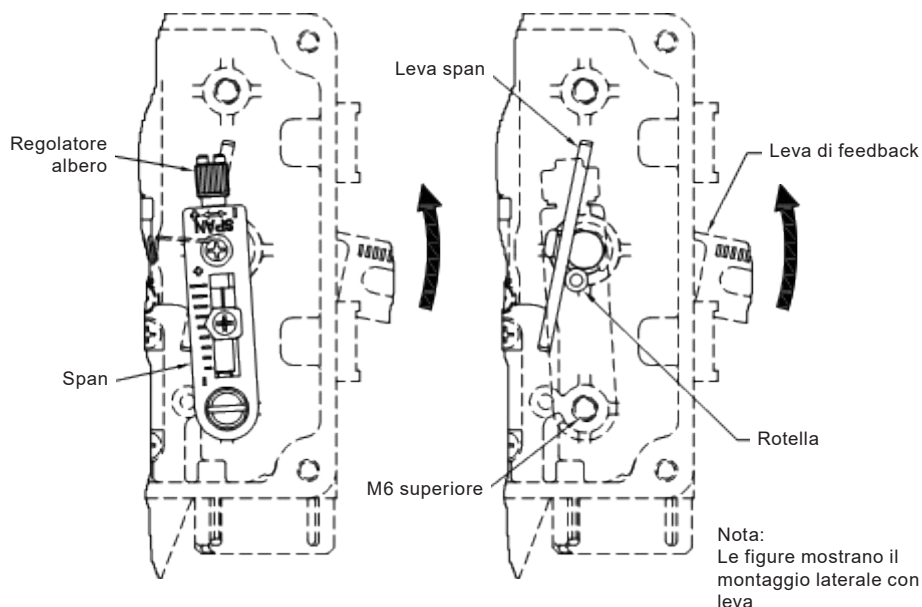

Fig. 20 Installazione span (laterale = RA, centrale = DA)
Montaggio centrale. Se l'asse dell'attuatore si sposta verso il basso quando aumenta il segnale in ingresso, montare lo "Span" sul foro filettato M6 inferiore come mostrato nella Fig. 20 seguente. (DA)
- 2) Montaggio laterale - Se l'asse dell'attuatore si sposta verso l'alto quando aumenta il segnale in ingresso, montare lo "Span" sul foro filettato M6 inferiore come mostrato nella Fig. 20 seguente (RA)